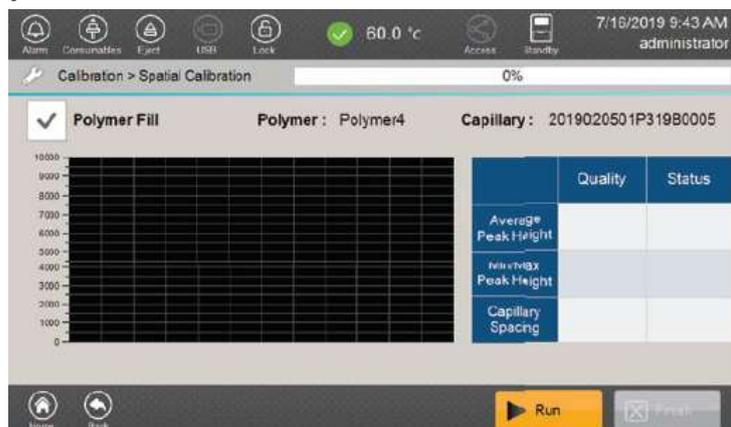
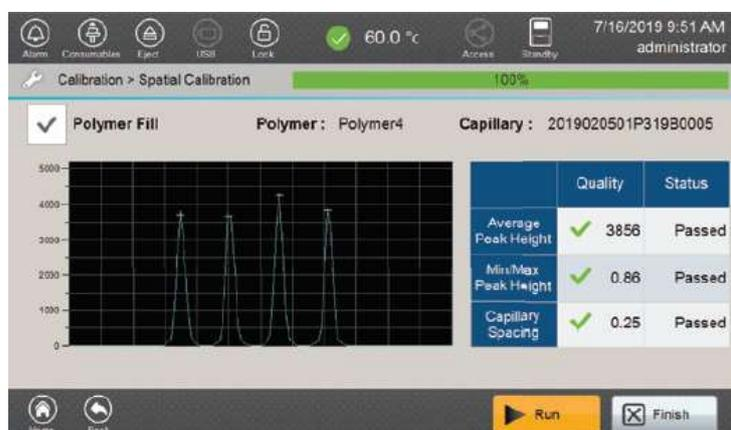

図 45 Spatial Calibration 画面
図 46 Spatial Calibration 完了後の画面
2. Spatial calibration を実行する前にポリマーを充填する必要がある場合、Spatial Calibration 画面上（図 45）の **Polymer Fill Box** にチェックを入れてください。
3. Spatial Calibration 画面（図 45）の下側にある **Run** ボタンを押して **spatial calibration** を開始してください。キャリブレーション完了後に、それぞれのキャピラリーからのピーク画像が表示されます。ヘッダー下の **progress** バーが進行状況を示し、**spatial calibration** が完了すると **100%** になります。（図 46）
Spatial Calibration 完了後の画面 (図 46) の評価